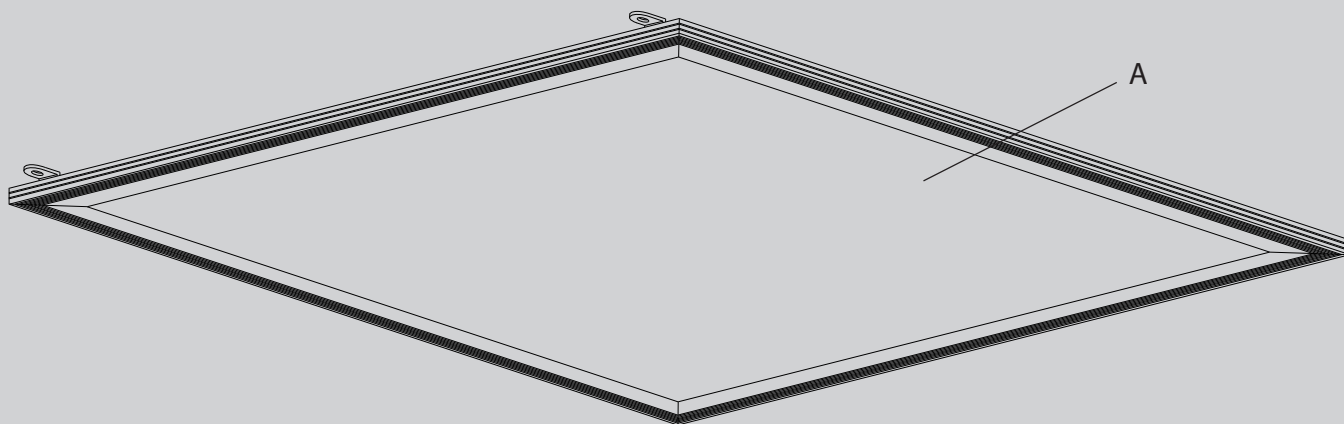

fig. 1
- Appoggiare l'apparecchio **[A]** privo di imballo a terra o su un tavolo o altro piano di appoggio (fig.1).
- Rest the fitting **[A]** without its packaging on the ground, on a table or on another surface (fig.1).